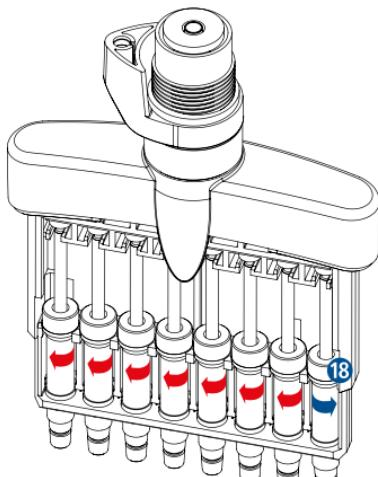

Fig.11
- La unidad del émbolo **18** se afloja de su fijación girándola con ayuda de la llave Allen (Fig. 11).